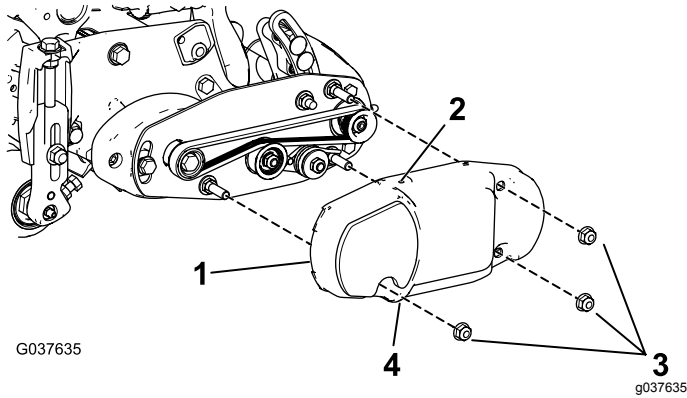

Figura 17
2. Coloque la cubierta de la correa sobre los pernos de montaje y sujétela con 3 tuercas con arandela prensada (Figura 17).